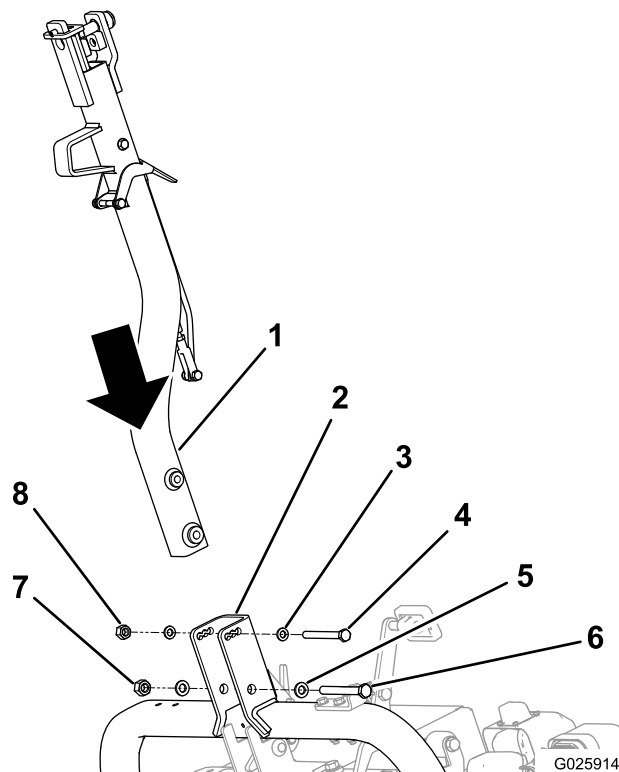

Bild 4
1. Befestigen Sie die Anbauvorrichtung mit den entsprechenden Befestigungen an der Schwenkhalterung der Anbauvorrichtung, siehe Bild 4.